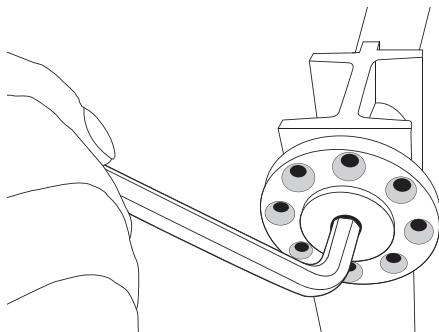

FIGURE 6
2. Ajuste ambas placas de ajuste por 1 o 2 orificios (Fig. 6).